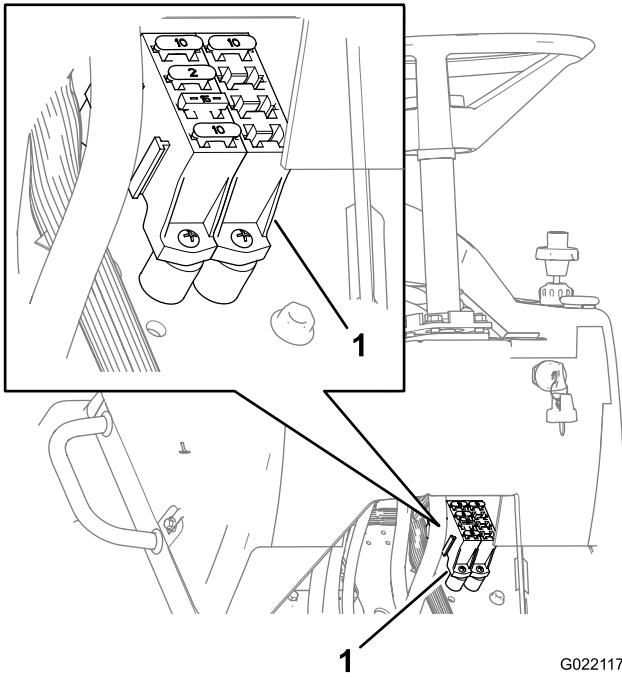

Рисунок 61
3. Замените разомкнутый (перегоревший) предохранитель в блоке предохранителей новым плавким предохранителем, эквивалентным по номинальной силе тока (Рисунок 61).